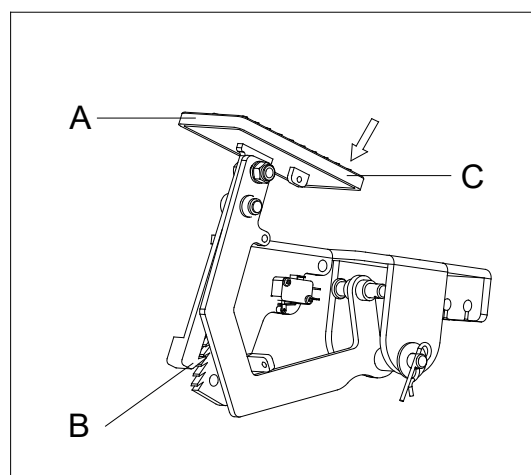

Figura 9
1. Engate o travão de estacionamento pressionando a parte dianteira do pedal (A, Figura 9) e engate a alavanca (B, Figura 9).
2. Pressione a parte traseira do pedal (C, Figura 9) para soltar o travão de estacionamento.